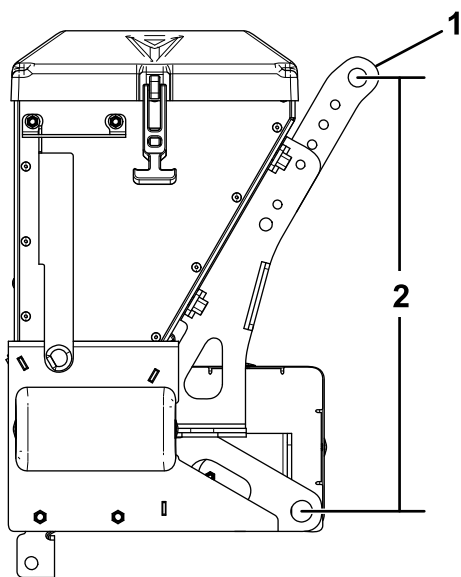

图 12
2. 调整撒布机上连接杆支架的位置使图 12 中所示孔的中心之间的距离接近步骤 1 中的测量值。